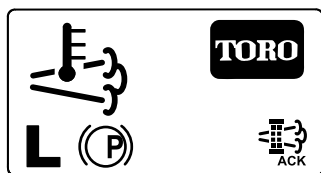

Bild 68
8. Im InfoCenter wird der Homebildschirm angezeigt; das Symbol für die Bestätigung der Regenerierung (Bild 68) wird unten rechts auf dem Bildschirm angezeigt, wenn die Regenerierung ausgeführt wird.